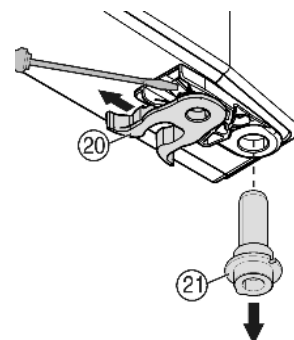

Fig. 8
- ▶ переставить пружинный зажим Fig. 8 (20): Нажмите вниз язычок защелки, снимите с него пружинный зажим.
- ▶ Извлеките опорный палец Fig. 8 (21) из втулки двери и вставьте вместе с шайбами на противоположную сторону. Язычок защелки должен быть направлен к внутренней стороне двери, паз — к внешней стороне.
- ▶ Поверните нижнюю часть двери и вставьте опорный палец *Fig. 8 (21)* в опорный кронштейн. При необходимости покрутите опорный палец, чтобы он смог засколотить.